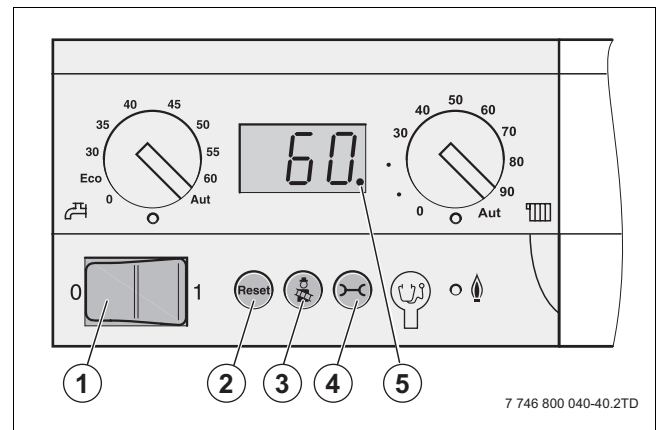

Fig. 63 Unitatea de comandă a controlerului de bază
- ▶ Setări întrerupătorul principal (→ fig. 63, [1]) la nivelul panoului de comandă al controlerului de bază la „0” (Opr).